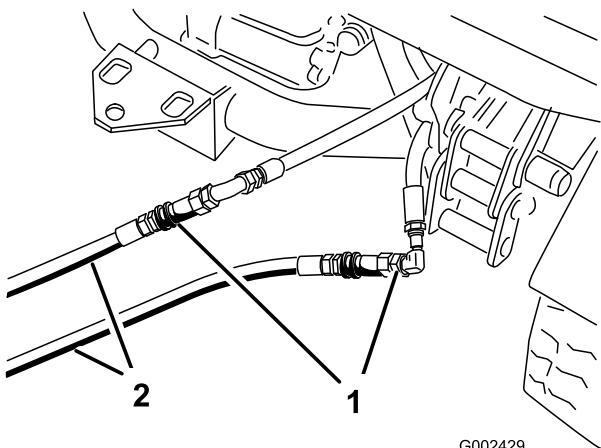

図 76
3. 故障しているワークマンのカップラ・ホースに、救援用ホースをつなぐ（図 76）。使用しないフィッティングにはキャップをかぶせておく。